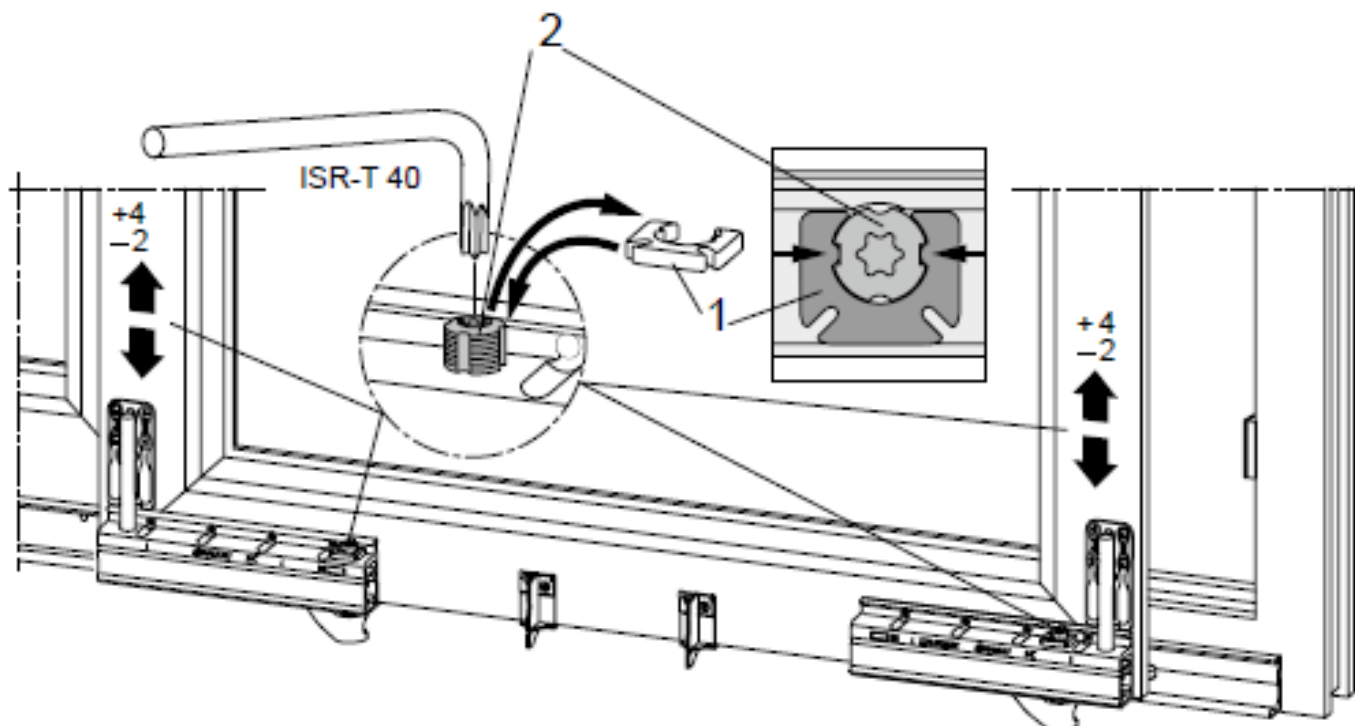

Рис. 15. Регулировка створки с WinkHaus douPort SK 160S
- Проверить горизонталь створки и нахлест в притворе, допуск составляет $(8 \pm 1 \text{ мм})$. В случае отклонений удалить защиту (1), винтами на ходовых механизмах (2) приподнять или опустить соответствующий угол створки, установить защиту (1) (рис. 15).